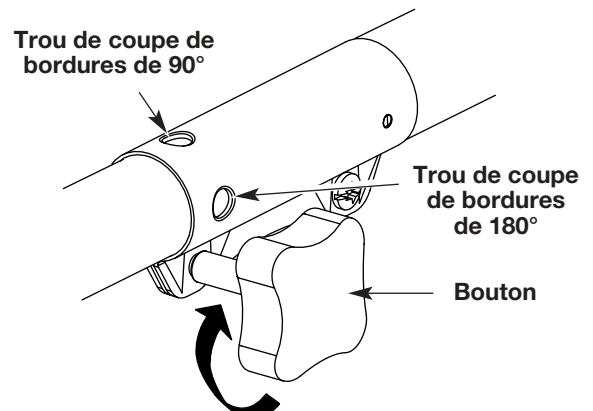

Fig. 8
3. Enfoncez complètement la poire d'amorçage et relâchez-la lentement 5 à 7 fois de suite. Vous devriez voir du carburant dans la poire (Fig. 8). Si vous ne voyez rien, appuyez trois (3) fois de plus ou jusqu'à ce que le carburant apparaisse.
3. Serrez le bouton en le tournant à droite (Fig. 8).
Pour couper les bordures à l'aide de la tête d'accessoire de coupe sur les modèle EZ-Link™^{MMD}, verrouillez le bouton de déclenchement de l'accessoire de coupe dans le trou de 90° ou de 180° (Fig. 8).